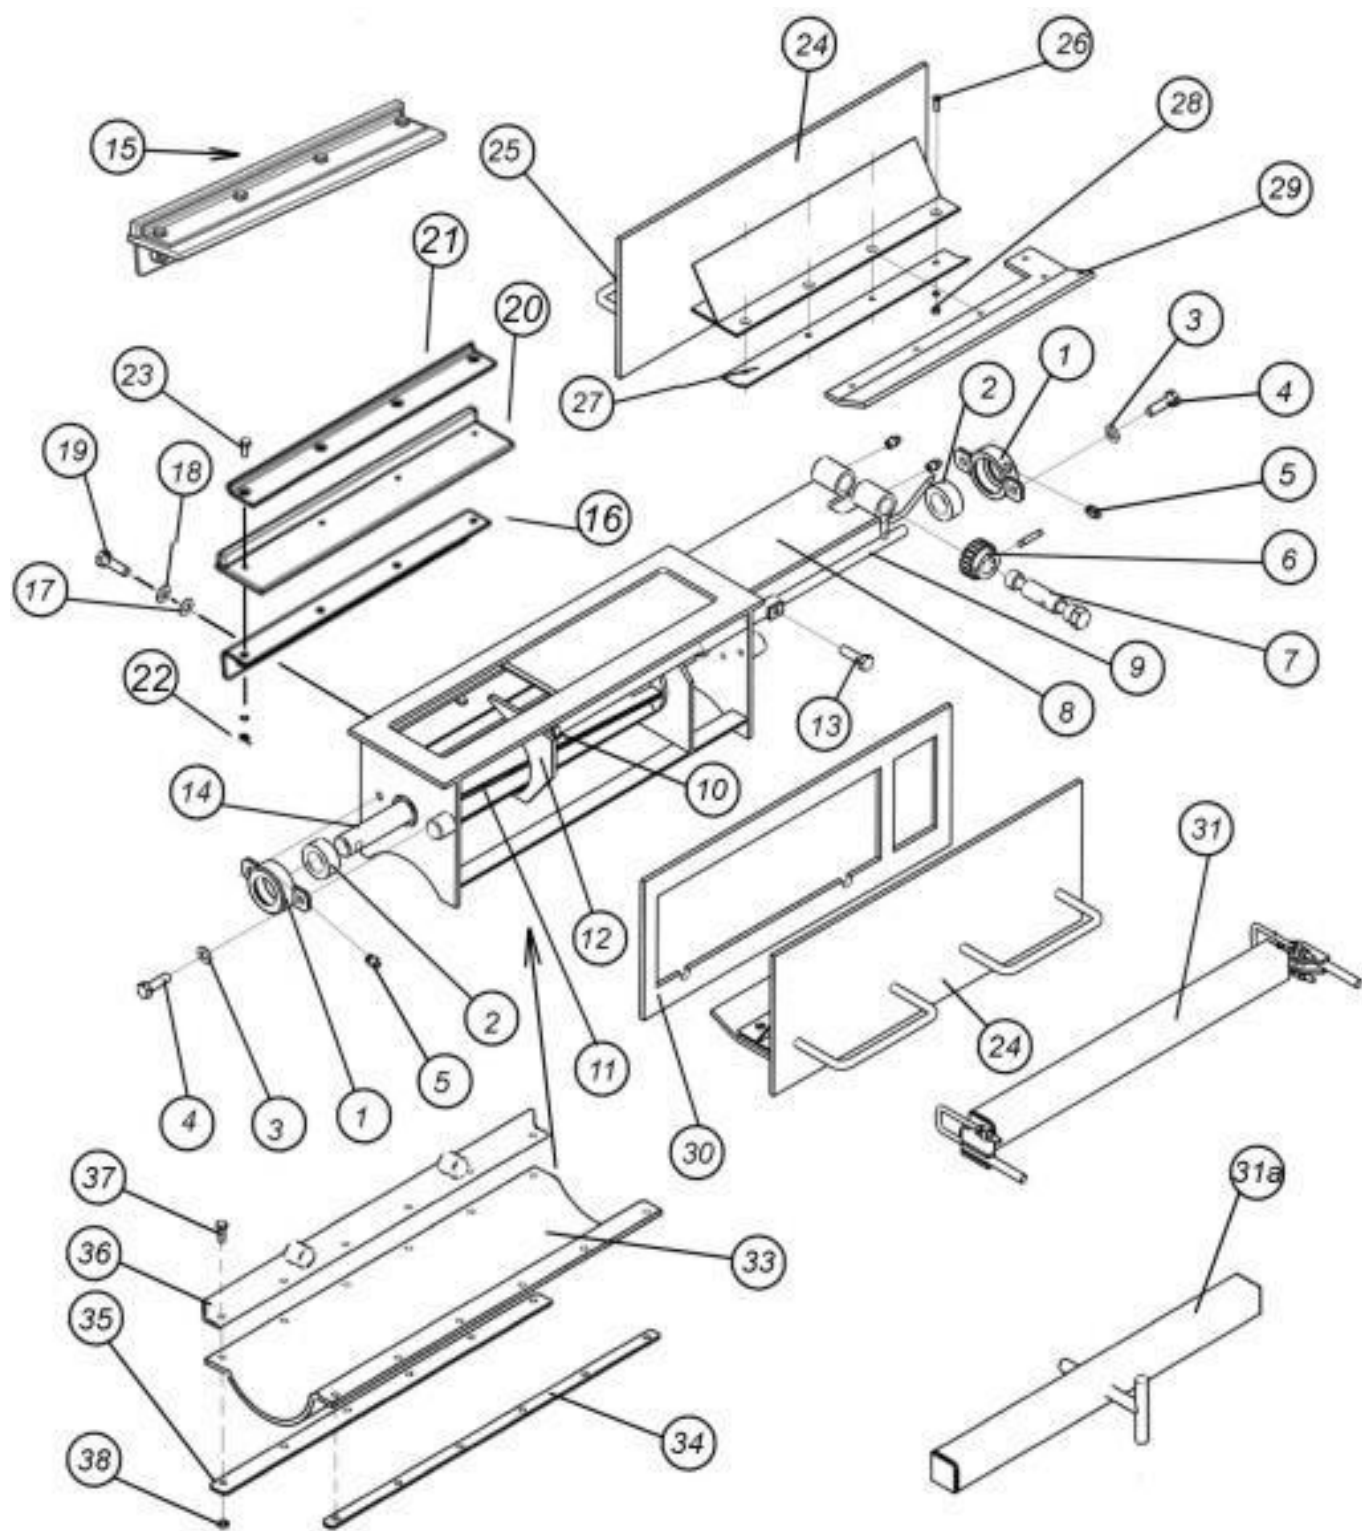

Рис. 7.2.14. Дозирующий узел
7.2.14. Высевающий узел (рис. 7.2.14)